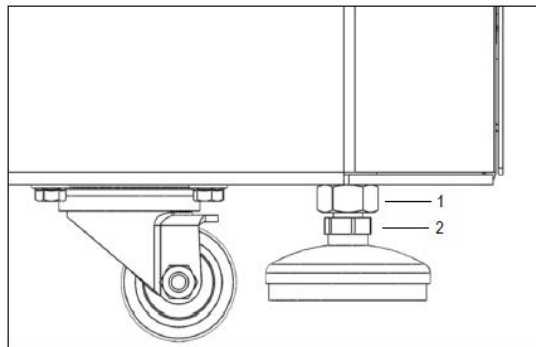

Abbildung.10
- Bewegen Sie die Zentrifuge an ihren vorgesehenen Platz. Lösen Sie die Feststellschraube (1) mit einem Maulschlüssel AF M16 (siehe Abbildung 10). Drehen Sie die Gerätefüße (2) mit einem Maulschlüssel AF M13 nach unten, bis sie fest auf der Bodenfläche stehen. Jetzt muss die Zentrifuge horizontal ausgerichtet werden, indem die vier Gerätefüße verwendet werden. Montieren Sie dazu den entsprechenden Rotor auf der Motorwelle und legen Sie eine Wasserwaage darauf. Nach dem Ausrichten der Gerätefüße ziehen Sie die Feststellschraube an. Die Rollen sollten den Boden nicht mehr berühren (nur bei Modellen FC5917RF und FC5917RF Short).